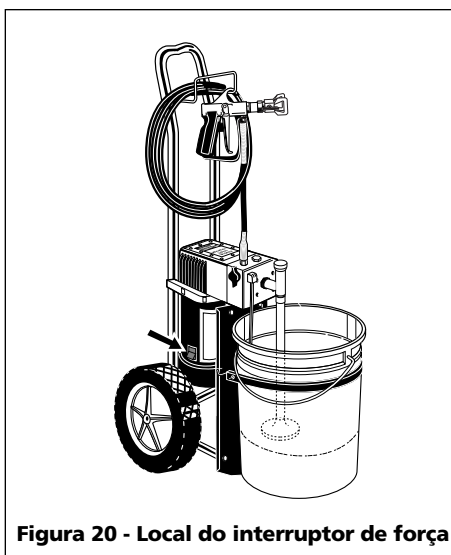

Figura 20 - Local do interruptor de força
3. Coloque o interruptor na posição ON (Ligar) (veja a Figura 20).